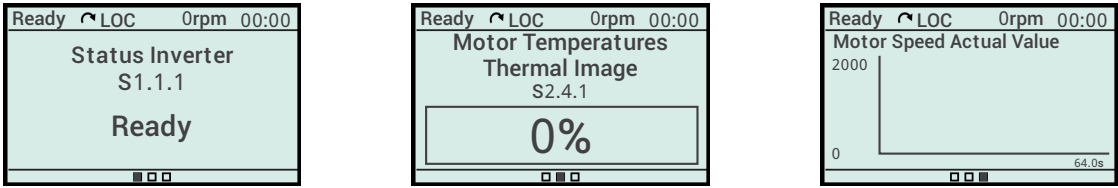

图 8.13: 以 (a) 文本、(b) 条形和 (c) 图形显示
- 全屏：它覆盖整个主屏幕，允许以 文本、条形图或图形的格式显示读数变量。图 8.13 在页面上 8-6 举例说明这三种格式。